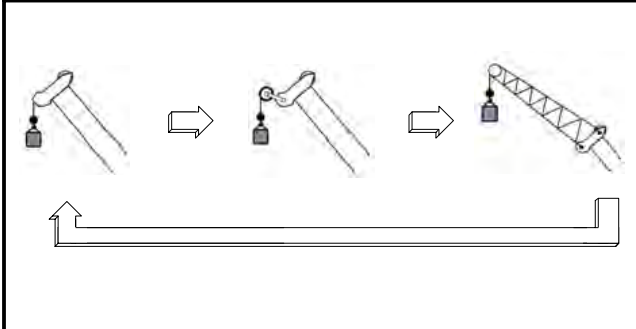

Figura 1–83
- b. Desplácese a través de los puntos de levante disponibles hasta el punto de levante deseado, para el huinche seleccionado, se visualiza. Refiérase a la Figura 1–83.